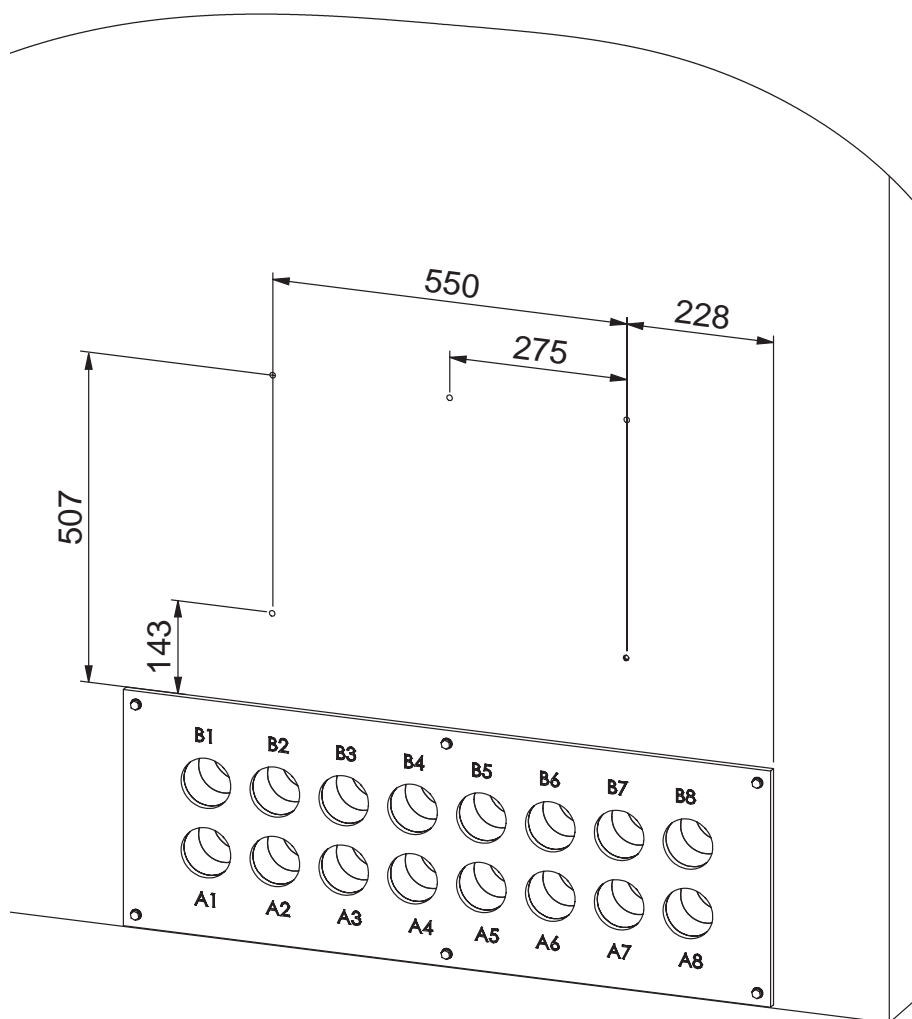

Fig.39 Praticare i fori di fissaggio
- Segnare e praticare fori di fissaggio di  $\varnothing 10$  mm (tasselli F10) secondo Fig.39. Gli angolari di montaggio devono essere centrati e appoggiati alla paratia antifiamma.